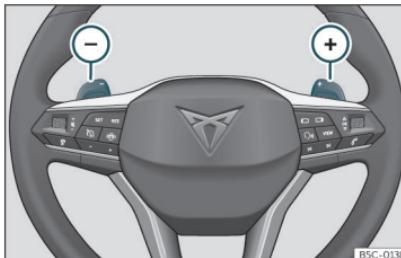

Fig. 157 Volante: palancas para cambio automático.
- Pulse la leva de cambio  para insertar una marcha superior »» **fig. 157**.